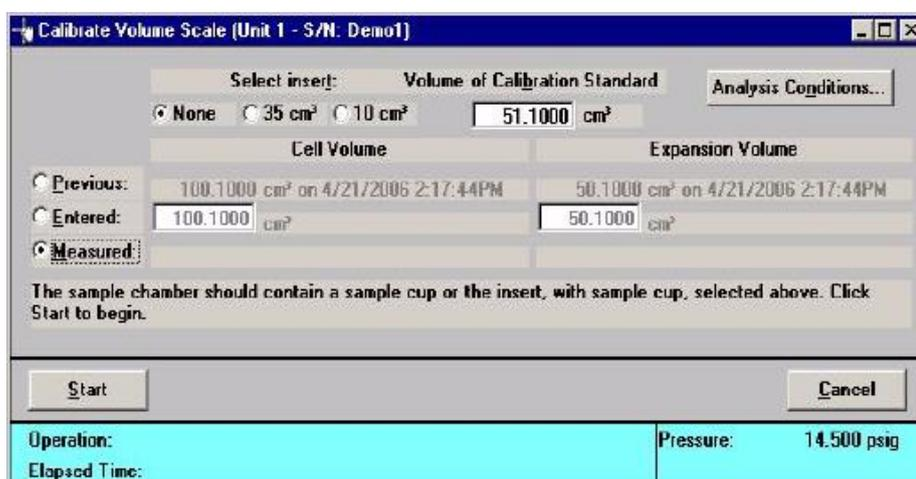

Рисунок 6 – Окно калибровки
- 8.2 Последовательно проводим следующие процедуры **Unit 1 > Calibration > Calibrate Volume**. На экране программы должно отобразиться окно калибровки (рис. 6);